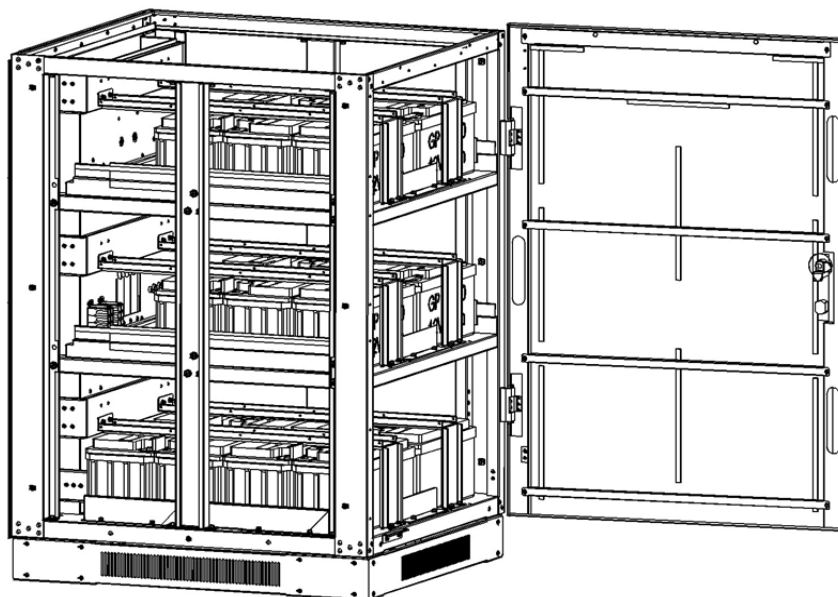
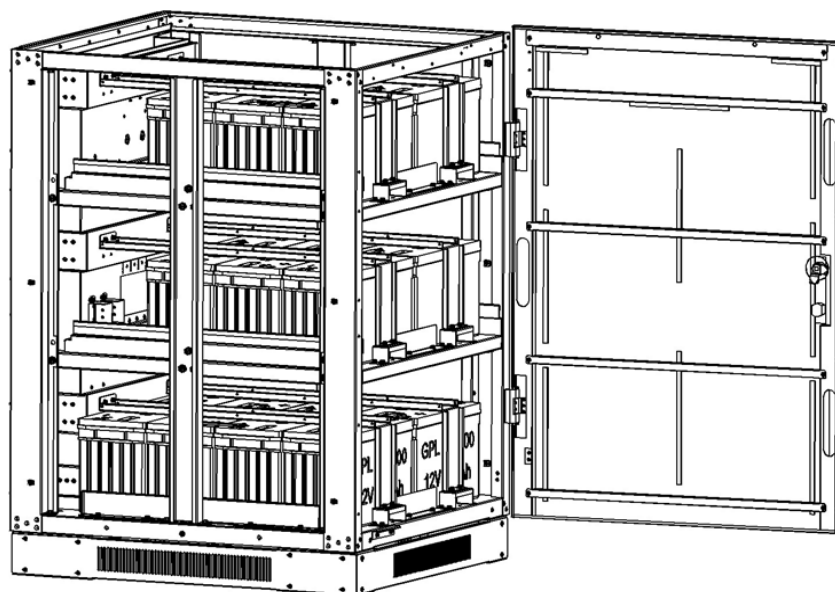

Figure 5-15 : modèle BP240V65-NIB
Figure 5-16 : modèle BP240V100-NIB
7. Réinstaller tous les supports de rétention des batteries et toutes les vis (Figure 5-15 : modèle BP240V65-NIB ou Figure 5-16 : modèle BP240V100-NIB).